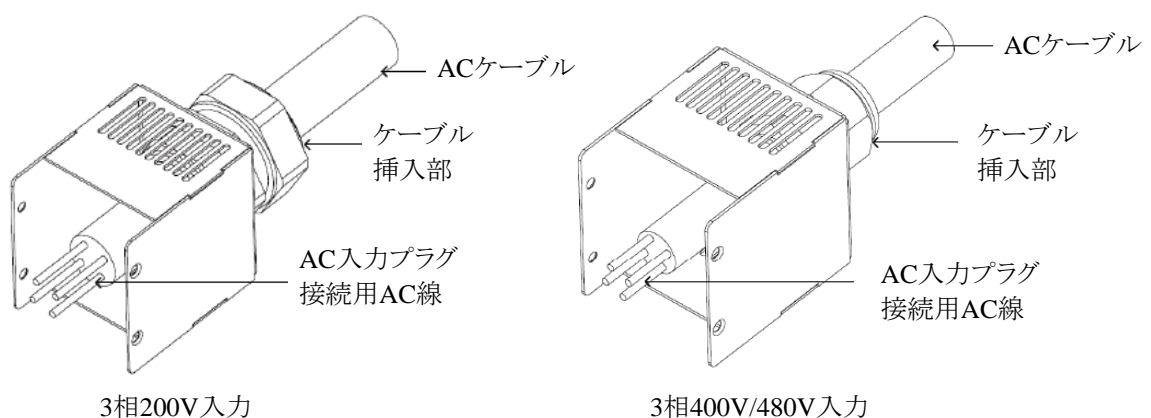

図4-19 ACケーブルの挿入方法(GSP10kW/15kW)
3. 図4-19に示すように、ACケーブルを通せるようにストレインリリーフのケーブル挿入部を緩めます。その後ACケーブルをストレインリリーフのケーブル挿入部とストレインリリーフブラケットに通して取り付けてください。